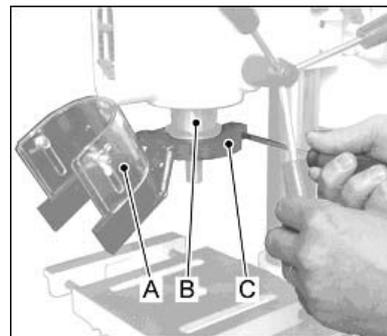

Рис.4
Прежде, чем монтировать патрон, установите защиту патрона (A, Рис. 4) на сверлильную пиноль (B).